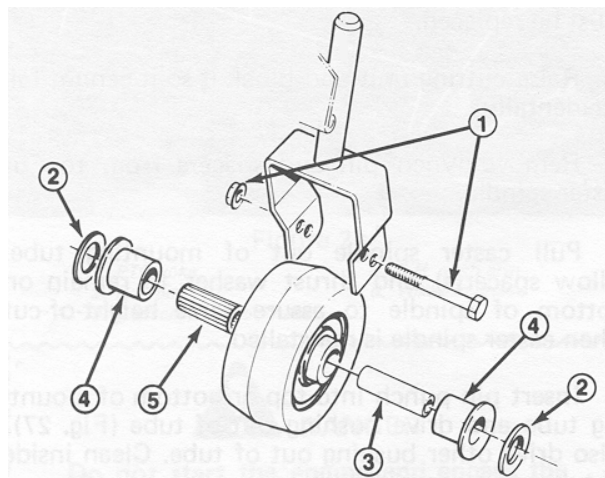

Bild 30
1. Nehmen Sie die Kopfschraube und Sicherungsmutter ab, mit denen das Laufrad und die zwei Scheiben zwischen der Laufradgabel gehalten werden (Bild 30).
2. Ziehen Sie die Spannerbüchse aus der Radnabe (Bild 30).
3. Entfernen Sie die Büchse aus der Radnabe und lassen Sie das Lager herausfallen (Bild 30). Nehmen Sie die Büchse aus der gegenüberliegenden Seite der Radnabe.